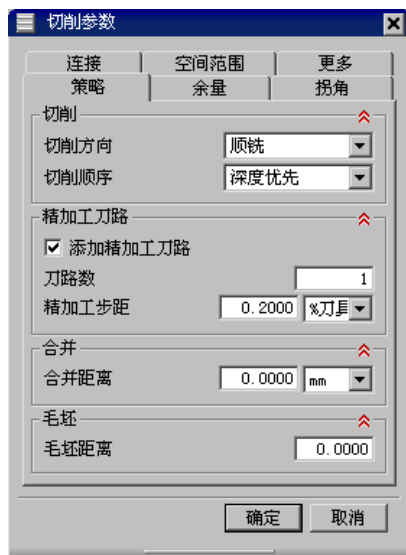

图 11.44 “策略”选项卡
Step2. 在“切削参数”对话框中单击 **策略** 选项卡，设置图 11.44 所示的参数。